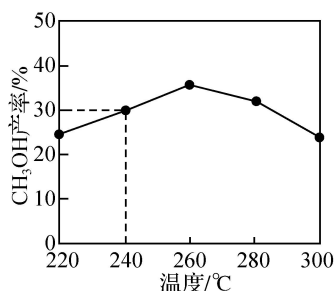

图 1
3.0 MPa 时, 将  $n_{\text{起始}}(\text{CO}_2) : n_{\text{起始}}(\text{H}_2) = 1 : 3$  的原料气匀速通过装有催化剂的反应管, 测得  $\text{CH}_3\text{OH}$  产率随温度的变化如图 1 所示。